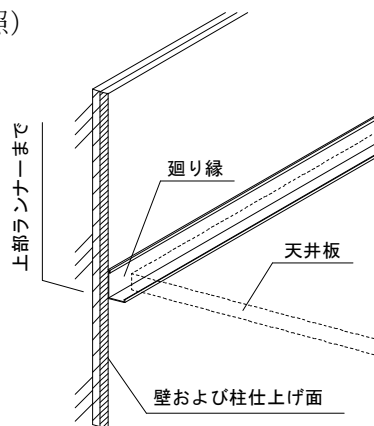

図2-2 壁面の仕上がり高さ
- ① 天井仕上げ面に対し、壁面および柱面が 250~300 mm程度上方まで仕上がっている事を確認する。(図 2-2 参照)